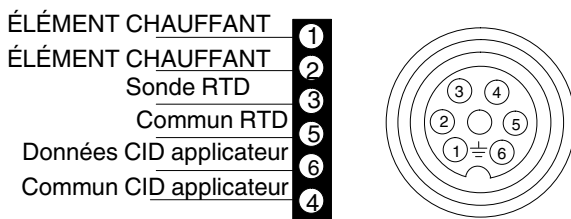

Figure 14: Positions des broches du cordon d'alimentation de l'applicateur
3. Voir la figure 14. Tester la continuité du circuit de l'élément chauffant (broches 1 et 2) :
4. Voir la figure 14. Une fois que la température de l'applicateur est connue, mesurer la résistance aux bornes du circuit de la sonde (broches 3 et 5).